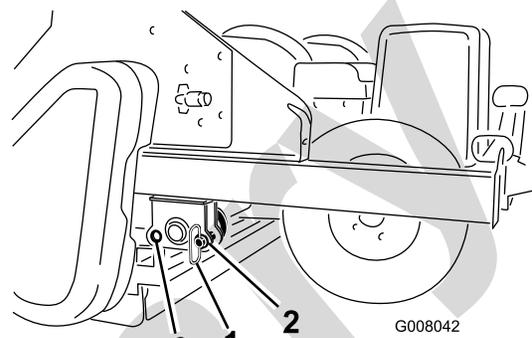

Рисунок 23
1. Извлеките стояночные штифты из задних отверстий (Рисунок 23).
2. Медленно опускайте обработчик, пока он не обопрется на задний валик и шины. Вставьте стояночные штифты в передние отверстия (Рисунок 23).